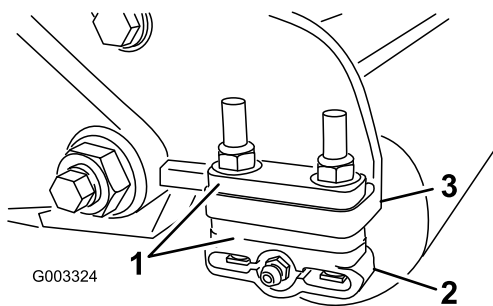

Figura 10
1. Regolate le staffe del rullo posteriore (Figura 10) in base all'altezza di taglio desiderata posizionando il numero di distanziali necessari sotto la flangia di montaggio della piastra laterale (Figura 10) conformemente alla tabella delle altezze di taglio.